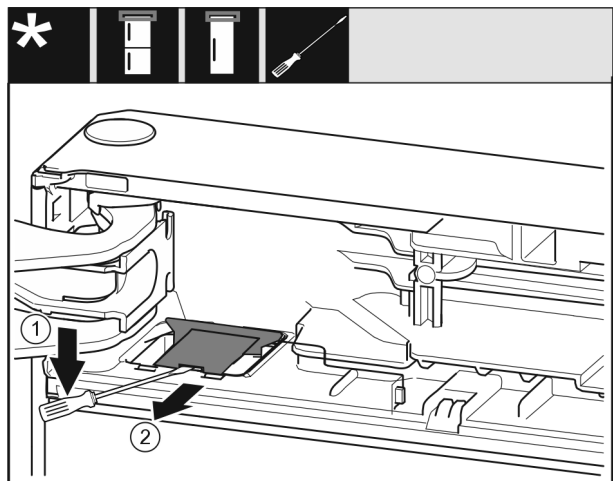

Fig. 10
- ▶ 使用带槽螺丝刀松开盖板, 并将其抬起。 Fig. 10 (1)
- ▶ 取出盖板。 Fig. 10 (2)